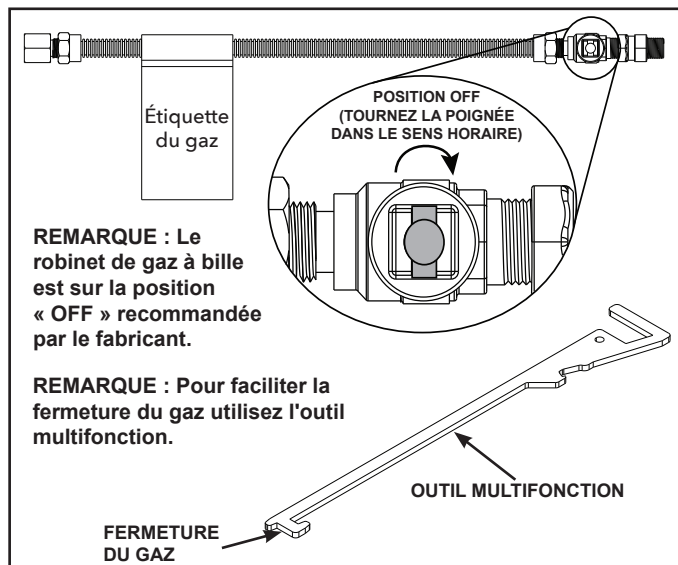

Figure 7.1 Fermeture du gaz
- Utilisez l'outil multifonction afin de faciliter la fermeture du gaz. Voir la figure 7.1. Le robinet de gaz à bille est sur la position « OFF » recommandée par le fabricant.